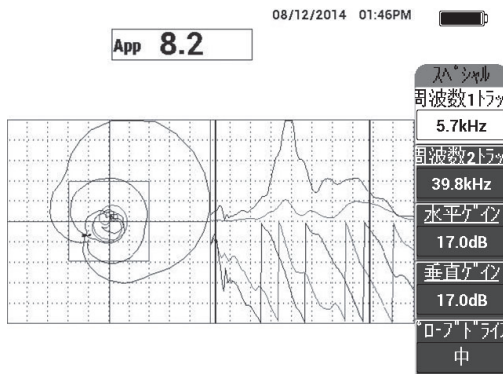

図 6-59 周波数スペクトルビュー（画面の右側）
5. 欠陥個所をゆっくりとスキャンし、周波数スペクトル（右側のビュー）の、特に振幅（右上）を慎重に観察します（176 ページの図 6-59 参照）。